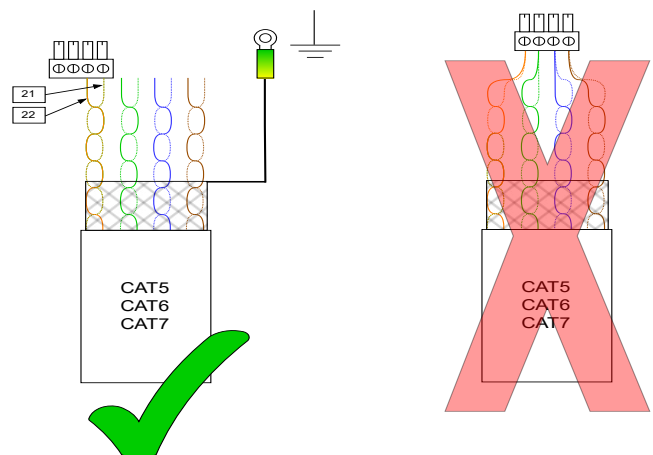

Abb. 58 Belegung Kommunikationsleitung
**Hinweis:** Bei der Verwendung einer Kommunikationsleitung mit mehr als 2 Adern ist es wichtig, dass eine Doppelader der Leitung verwendet wird. (Siehe Abb. 58)